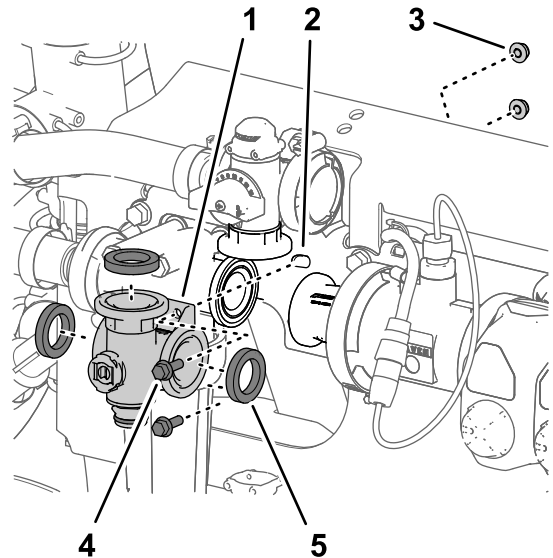
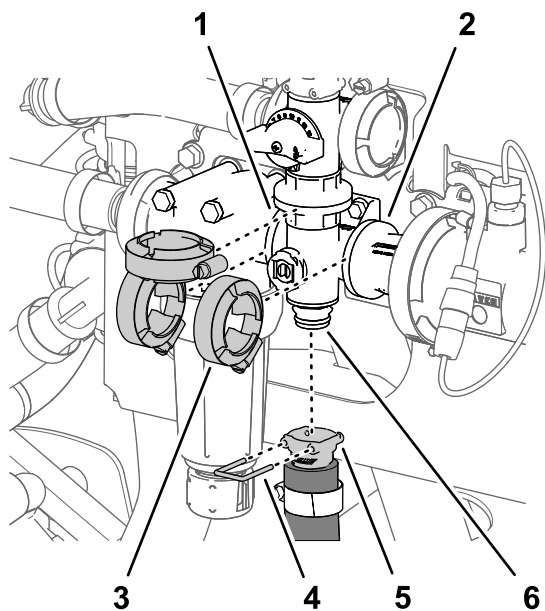

図 135
図 136
- 攪拌バルブマニホルドのフランジ、ガスケット3枚、攪拌バイパスバルブのフランジ、圧力フィルタのヘッド、カップリングアダプタを整列させる 図 135と 図 136。
2. 攪拌バルブマニホールドを、攪拌バイパスバルブ、圧力フィルタのヘッド、カップリングアダプタに仮止めする 図 136 攪拌マニホールドバルブの取り外し \(ページ 79\) で外したフランジクランプ3個を使用する。
5. フランジクランプ3個を手締めする 図 136。
6. 攪拌ホースのクイックコネクカップラを、攪拌バルブマニホールドのクイックコネクフィッティングに組み付けて、クイックコネクピンで固定する 図 136。